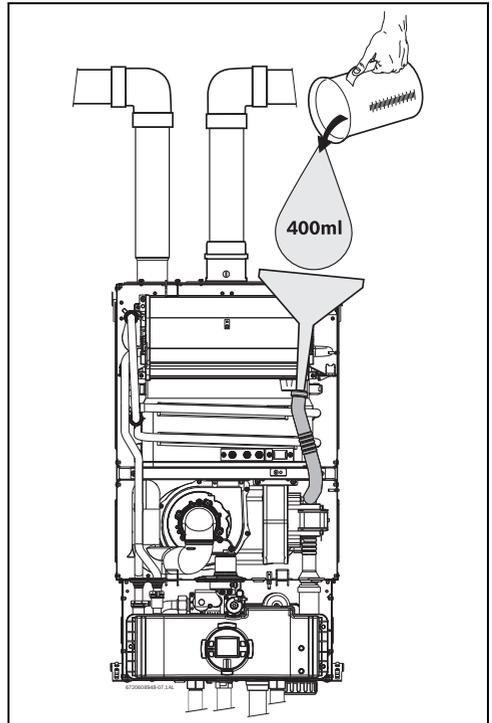

Fig. 29 Llenado del depósito de agua después de la instalación
- ▶ Llenar el depósito de aguas condensadas con aproximadamente 400 ml de agua, a través del tubo de condensados. Para evitar daños en el aparato utilice un embudo en la extremidad del tubo, consultar (Fig. 29).